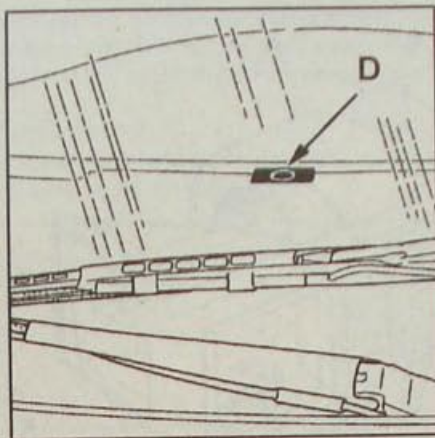

Рис. 14.16. Расположение датчика (D) интенсивности солнечного излучения
- Датчик интенсивности солнечного излучения (D, рис. 14.16) расположен в верхней части панели приборов.